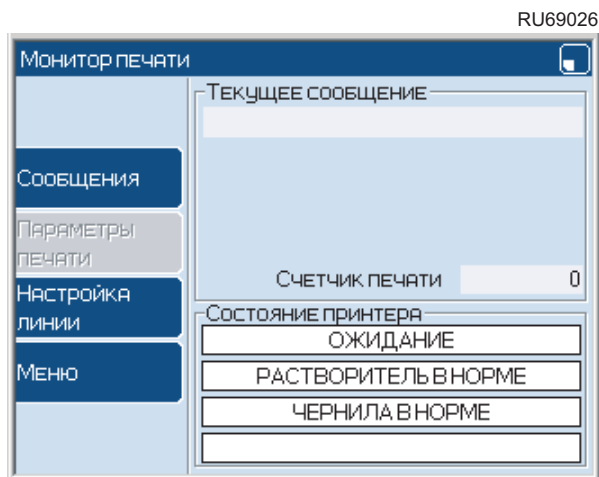

Рис. 2-2. Страница Монитор печати
4. После окончания процесса включения принтера отображается страница **Монитор печати**, как показано на Рис. 2-2.
Названия программных клавиш на странице **Монитор печати** не подсвечены для опций, которые недоступны. Например, вы не можете использовать клавишу **Параметры печати**, если нет Текущего сообщения, как показано на Рис. 2-2.